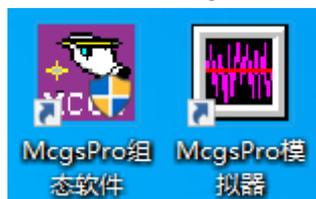

图 2.2-4 McgsPro 快捷方式
- ⑦ 完成安装步骤⑥，再次点击【下一步】， McgsPro 软件启动安装。安装完成后，自动在桌面生成图 2.2-4 所示的快捷方式：“ McgsPro 组态软件”、“ McgsPro 模拟器”。